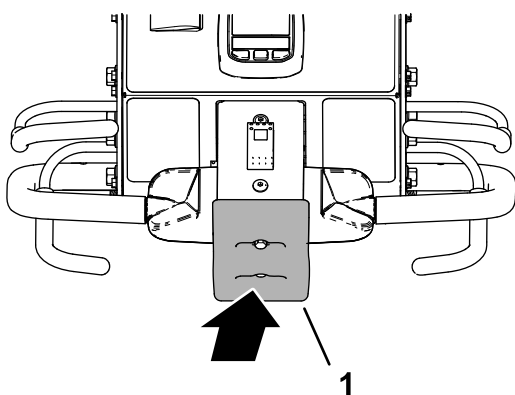

図 85
**重要** マシンを即座に停止させるにはバンプストップスイッチを使用します 図 85。